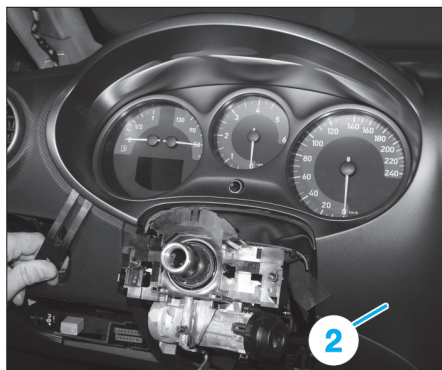

Fig. 28
- Dégrafer la façade (2) (Fig.28).